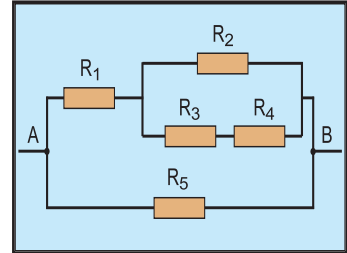

Fig.15
Le dipôle (AB) ci-contre (Fig.15) est composé uniquement de conducteurs ohmiques. Sur certaines branches, les résistors sont associés en série. Ces branches sont elles-mêmes en série ou en parallèles avec des résistors. Une telle association est appelée association mixte.